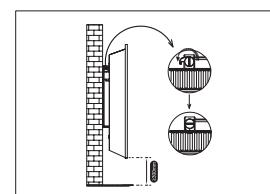

Рис.7
- Аккуратно вставьте нижнюю часть корпуса конвектора в кронштейн, на корпус конвектора для его фиксации, убедитесь, что конвектор надёжно закреплён на стене (рис. 7).